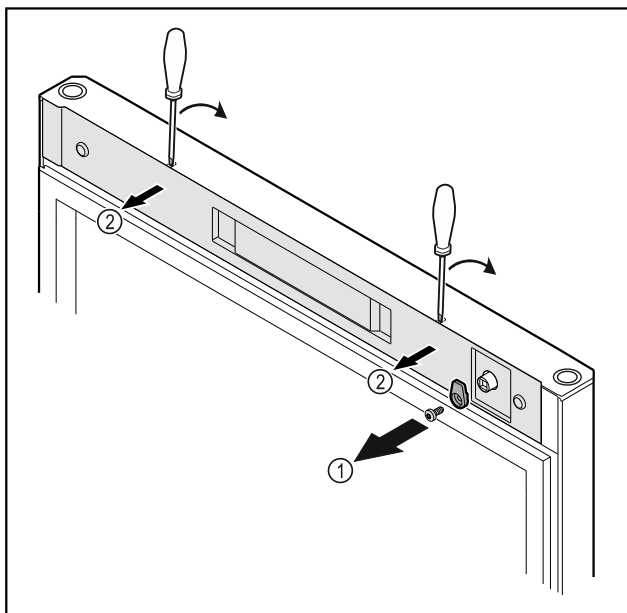

Fig. 22
- ▶ Odvijte zapiralni zatič Fig. 22 (1).
- ▶ Z majhnim izvijačem sprostite pokrov Fig. 22 (2) in ga odstranite.